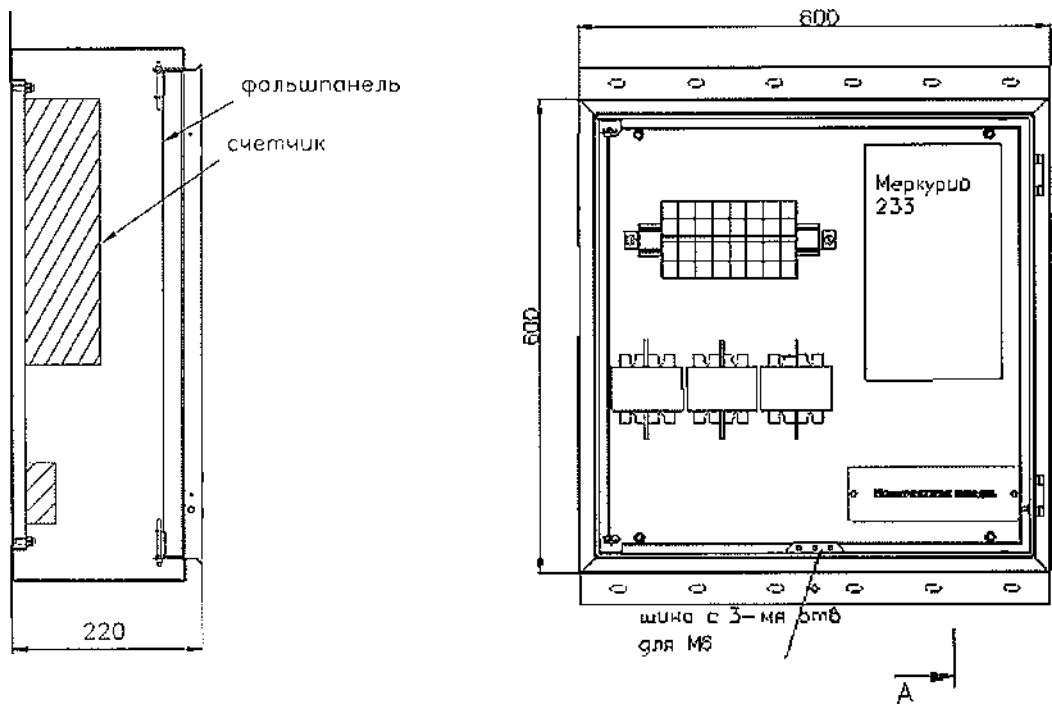

Рис. 7
- 4.3. 1-го трехфазного счетчика трансформаторного включения или 2-х трехфазных счетчиков прямого включения (рис. 7):